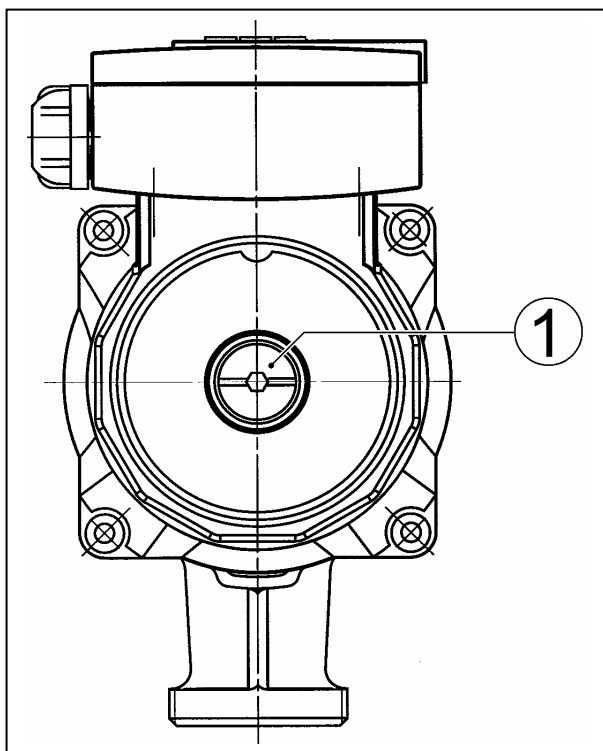

Рис. 1
4.1 Описание насоса (рис. 1)
- ослабьте и осторожно выверните винт для удаления воздуха (рис. 1, поз. 1),